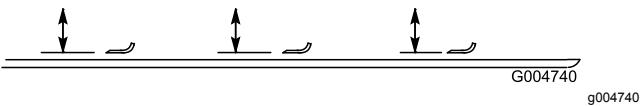

Figure 109
2. Tournez la lame dans le sens longitudinal (Figure 109). Mesurez la distance entre l'intérieur du plateau de coupe et le tranchant à l'avant de la lame. Notez cette valeur.